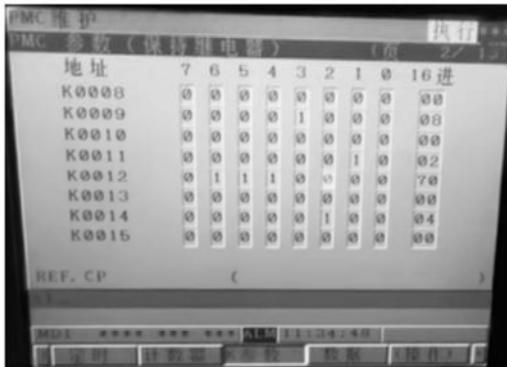
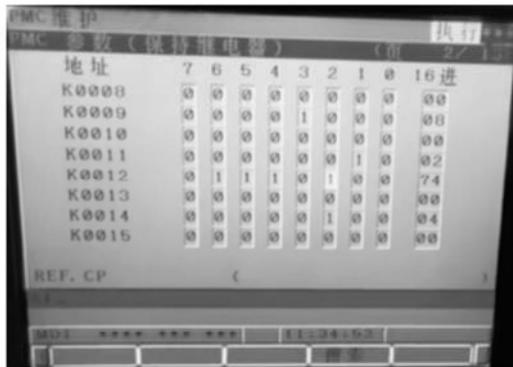

图 1-16 原来的 K 参数
图 1-17 修改后的 K 参数
(6) 继续修改 K 参数，它是 PMC 参数。K 参数 K0012 的第 2 位，现在为 0，如图 1-16 所示，应将其修改为 1，如图 1-17 所示。